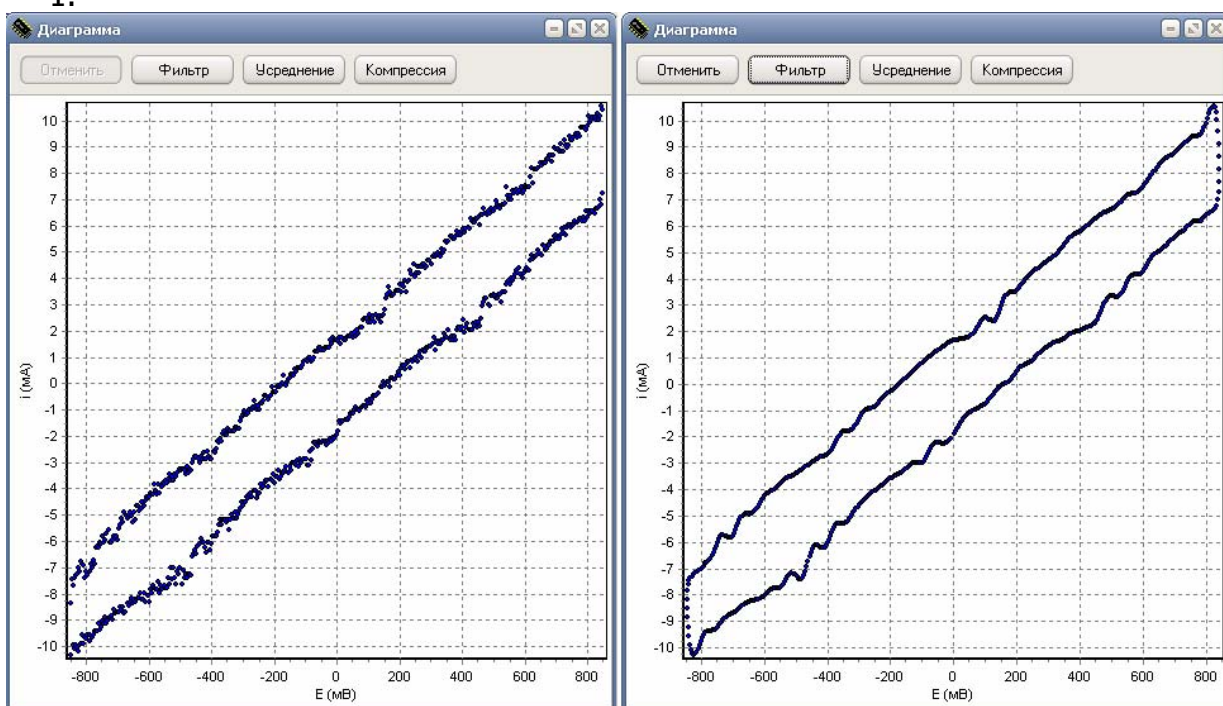

Рис. 8. Диаграмма до и после фильтрации данных по степени 3.
- 1) **Фильтрация.** Осуществляется методом вейвлет-преобразований заданной степени (степень вводится пользователем в появившемся после нажатия кнопки "Фильтрация" окне). На рис. 8 приведены примеры фильтрации данных по степени 3. Максимальная степень фильтрации составляет 10, минимальная 1.